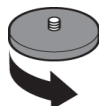

Fig.43
- 2- Enlever manuellement les filters latéraux, centrales ou en dévissant la bague en nylon noir. (Fig.43)